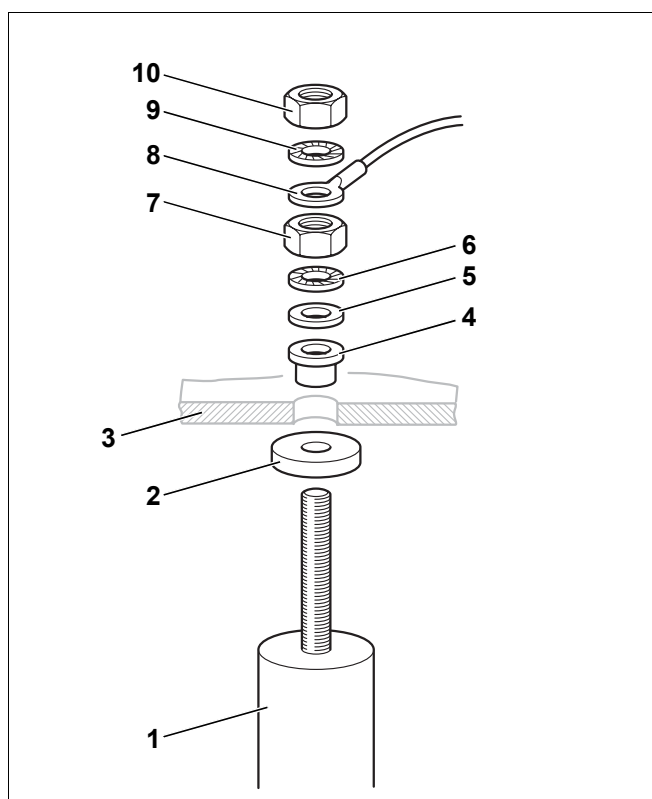

Рис. 15 Замена магниевого анода
- Проверить износ магниевого анода (рис. 15, **поз. 1**). Заменить анод, если его диаметр уменьшился примерно до 15 – 10 мм.
- Отвернуть гайку М8 (рис. 15, **поз. 10**), чтобы освободить ушко заземляющего провода (рис. 15, **поз. 8**).
- Отвернуть гайку М8 (рис. 15, **поз. 7**).
- Снять крышку люка (рис. 15, **поз. 3**) с магниевого анода (рис. 15, **поз. 1**).
- Установить новый магнийевый анод со всеми мелкими деталями, входящими в поставку, как это показано на рис. 15.